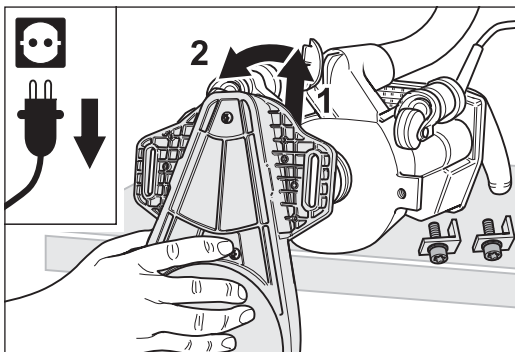

Abb. 40 Den Vorsatz von der Maschine nehmen.
- 6 Nehmen Sie den Vorsatz von der Maschine (Abb. 40) und legen Sie den Vorsatz mit der Schleifscheibe nach oben ab.